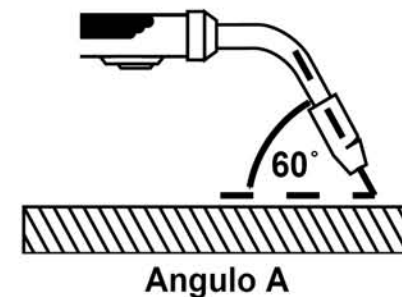

Figura 4. Posición de la pistola en el ángulo A
1. El ángulo A (Figura 4) puede variarse, pero en la mayoría de los casos el ángulo óptimo será de 60 grados, cuando el mango de la pistola está paralelo a la pieza de trabajo. Si el ángulo A aumenta, la penetración aumentará. Si el ángulo A disminuye, la penetración disminuirá también.